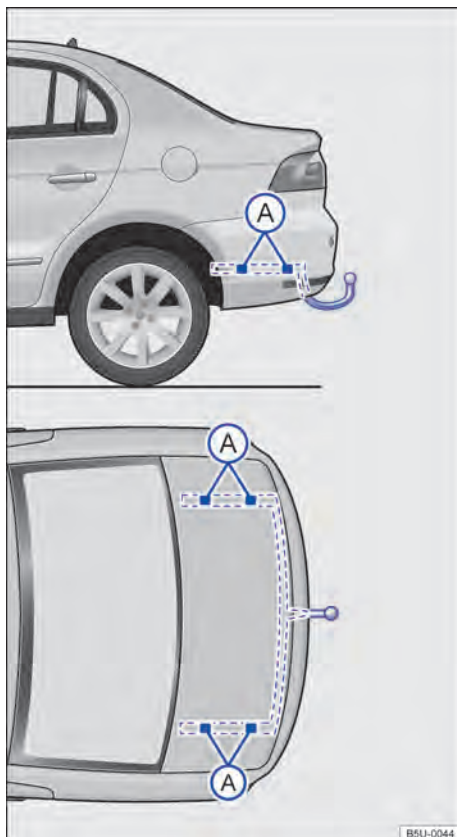

Fig. 102 Pontos de fixação para instalar um dispositivo de reboque posteriormente.
A figura → **Fig. 102** ilustra, como exemplo, o ponto de fixação para instalar um dispositivo de reboque do modelo Novo Voyage.
A montagem posterior de um dispositivo de reboque deverá ser efetuada de acordo com as instruções do respectivo fabricante do engate, sempre respeitando os pontos de fixação indicados na → Fig. 102 (A).